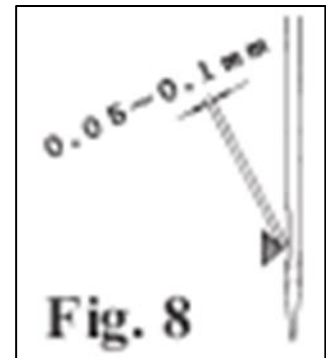
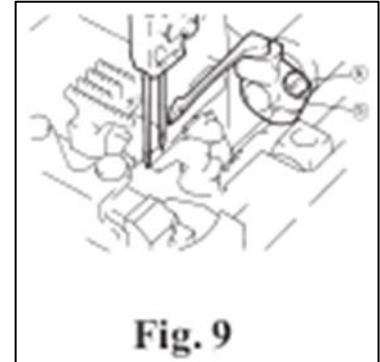

Fig. 8
Fig. 9
Fije el espacio libre entre la aguja izquierda y la punta del Engarzador a .05-.1 mm cuando la punta del Engarzador esté detrás de la línea del centro de la aguja de la izquierda. Para algodón y poliéster hilado esta distancia debe ser de .02 -.05 mm (vea Fig. 8). Para ajustar, afloje el tornillo (artículo 6) del soporte del Engarzador (artículo 5) y mueva el soporte del Engarzador de atrás a adelante y vice versa (vea Fig. 9).
A. Reajuste el movimiento elusivo del Engarzador de acuerdo al tamaño de la aguja. (ver Figs. 8 y 9).